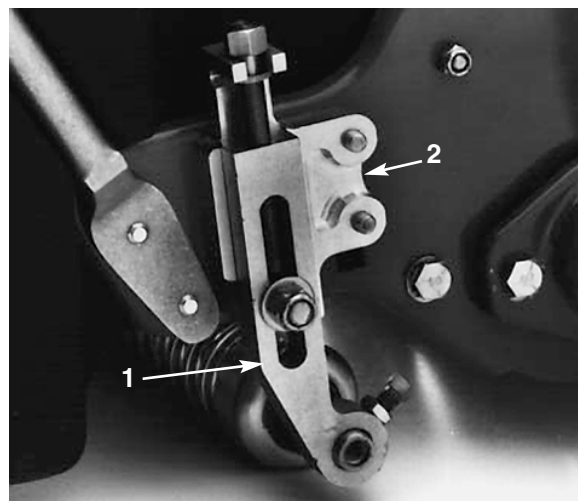

Fig. 6
2. Libertar as porcas de aperto que fixam os braços da altura de corte aos respectivos suportes (Fig. 6).